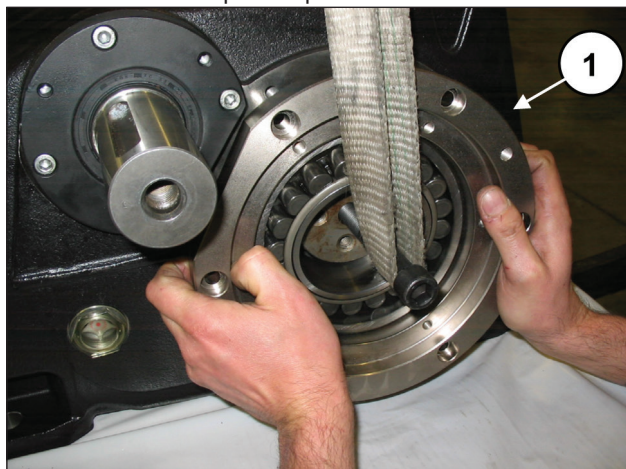
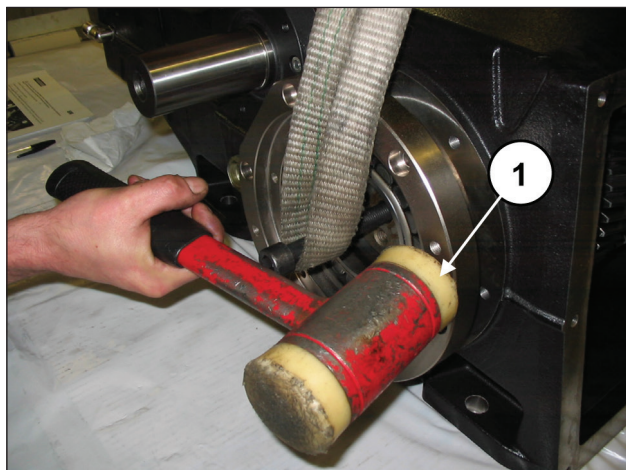

Fig. 73
Fig. 74
Poser deux axes filetés M16 en bout de vilebrequin, soulever ce dernier (rep. ①, Fig. 73) et insérer le cache porte-roulement muni du roulement et du joint torique (rep. ①, Fig. 74) à l'aide d'un outil à inertie. Répéter l'opération de l'autre côté.